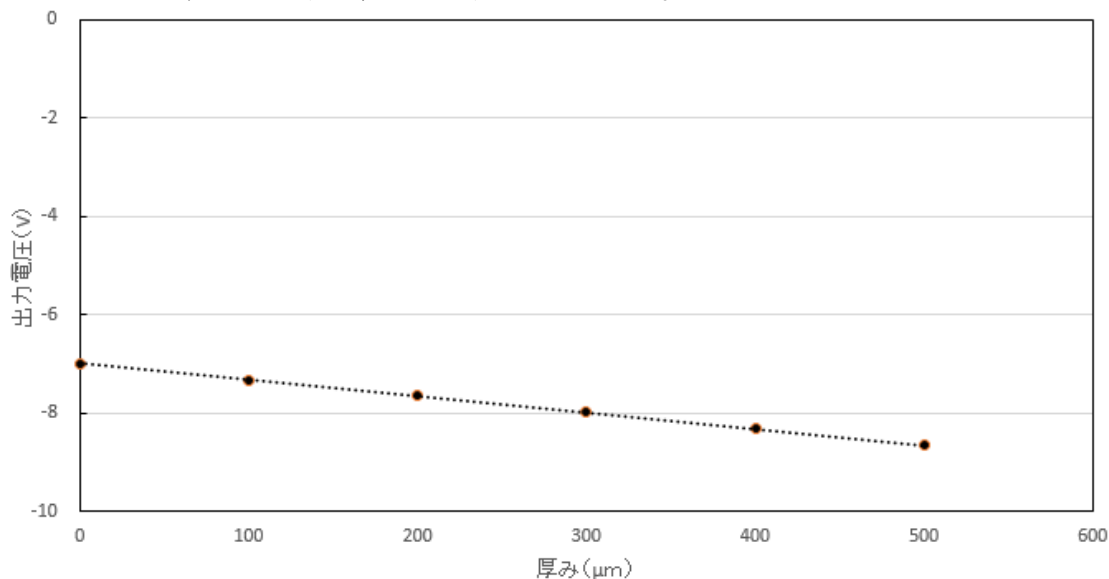

図4 普通電極での測定結果
- ① 図4の普通電極で測定した場合（極板間距離：未測定）と比較すると、非常に大きな出力範囲（高分解能）が得られている。